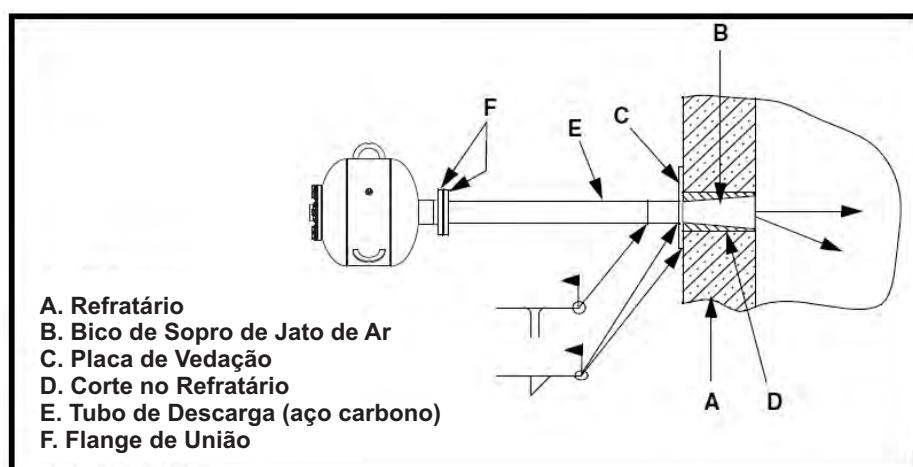

Figura 9. Instalação com bico e tubo de carbono para alta temperatura
3.2.a Corte um orifício de 381mm (15 pol.) por 152mm (6 pol.) na superfície exterior e no refratário, se existente (A, na figura 9).
3.2.d. Instale uma placa de vedação de 6mm de espessura por 432mm de comprimento por 203mm de largura (C, na figura 9) sobre a abertura do bico de descarga de jato de ar.
3.3.a. Corte um orifício redondo de 127mm na superfície exterior e no refratário, se existente (A, na figura 9).
3.3.c. Instale uma placa de vedação de 6mm de espessura por 203mm de comprimento por 203mm de largura (C, na figura 9) sobre o orifício do tubo de sopro de uma das seguintes maneiras: